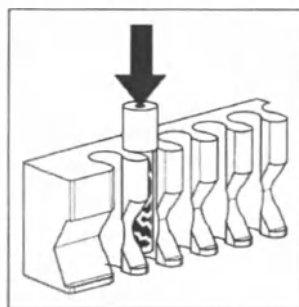

Рисунок 3
- c. Протолкните активированный индикатор вниз, чтобы он разместился в металлическом нагревательном блоке. (См. рисунок 3). Проверьте, чтобы крышечка оставалась над металлическим блоком при размещении индикатора.